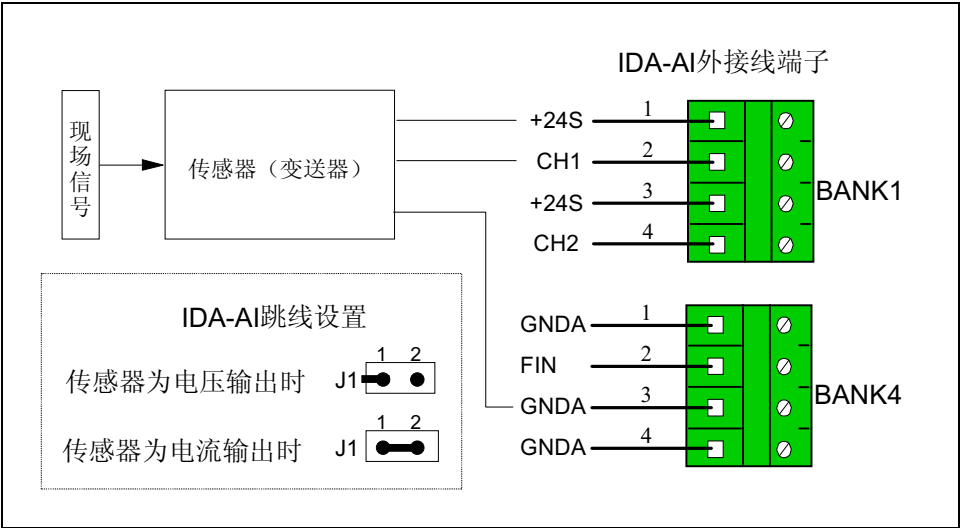

图4-7 24V电源三线制接线示意图
2、 外接传感器或变送器（输出为4~20mA电流或-5V~10V电压）为三线制，需提供24V电源时，具体接线方法如图4-7：